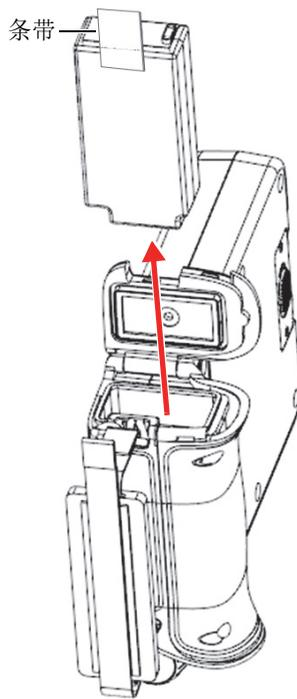

图 4-3 取出电池
4. 抓着电池上的条带，向上提起，将电池从舱内取出（参见第 39 页的图 4-3）。